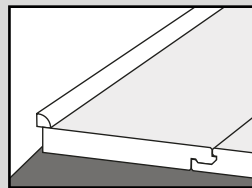

Abb. 7
9. Sobald der Bodenbelag verlegt ist, können die Abstandsklötze entfernt werden; kehren Sie den Boden mit einem weichen Besen. Bringen Sie die (bei Ihrem lokalen Händler erhältlichen) Sockelleisten oder geeignete Randstreifen an, um die Dehnungsfugen zu verdecken. Diese sollten an der Wand und nicht am Boden befestigt werden, sodass sich das Produkt ungehindert ausdehnen kann (Abb. 7 und 8).